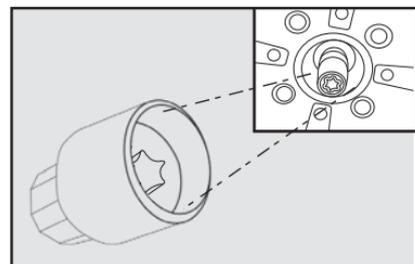

fig. 18
- algumas versões dispõem de dispositivo antifurto para a roda sobressalente. Retirar da bolsa ou suporte de ferramentas, conforme a versão, a chave soquete **fig. 18**, que destrava o mecanismo antifurto.
O destravamento do estepe deve ser realizado encaixando a extremidade do soquete **fig. 18** no mecanismo de retenção da roda e a outra extremidade na chave de roda fornecida com o veículo, para posteriormente girar todo o conjunto em sentido anti-horário.